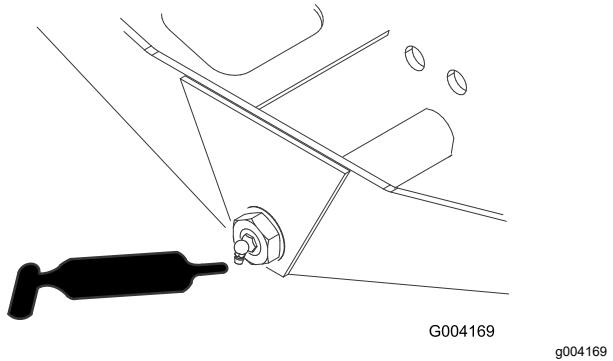

Рисунок 34
- Ось поворота моста (1 шт.) —Рисунок 34